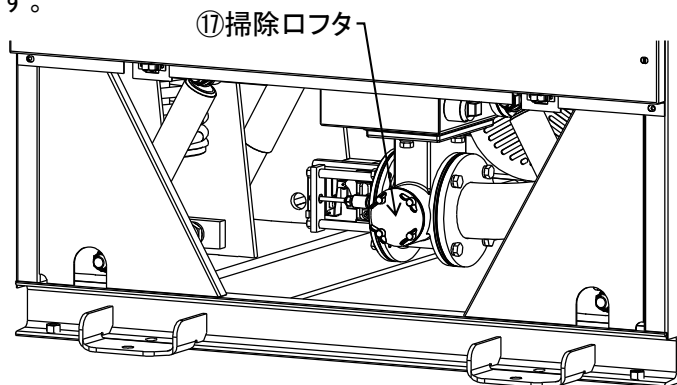

図 8-13
- ・ 前面下部カバーを外します。(図 8-13)
- ・ 前面に⑰掃除口フタが見えます。
- ・ ⑱蝶ナットを緩め、⑰掃除口フタと⑯掃除口フタパッキンを外します。
- ・ 排水弁内のゴミを取り除き、⑥排水弁補助弁表面に付着物がある場合は拭き取ります。
- ・ ⑥排水弁補助弁にひび割れや損傷がないか確認します。